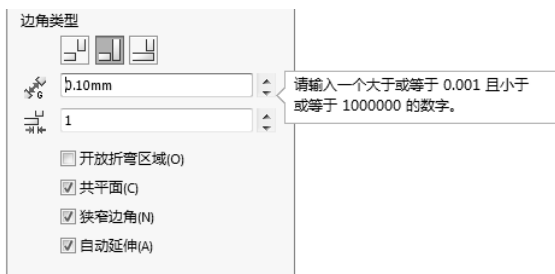

图 10-88 错误提示
2) 选择“边角类型”中的 (重叠) 选项, 单击 (确定) 按钮。在“缝隙距离”文本框中输入数值过小时, 系统会提示错误, 不能生成闭合角, 如图 10-88 所示。